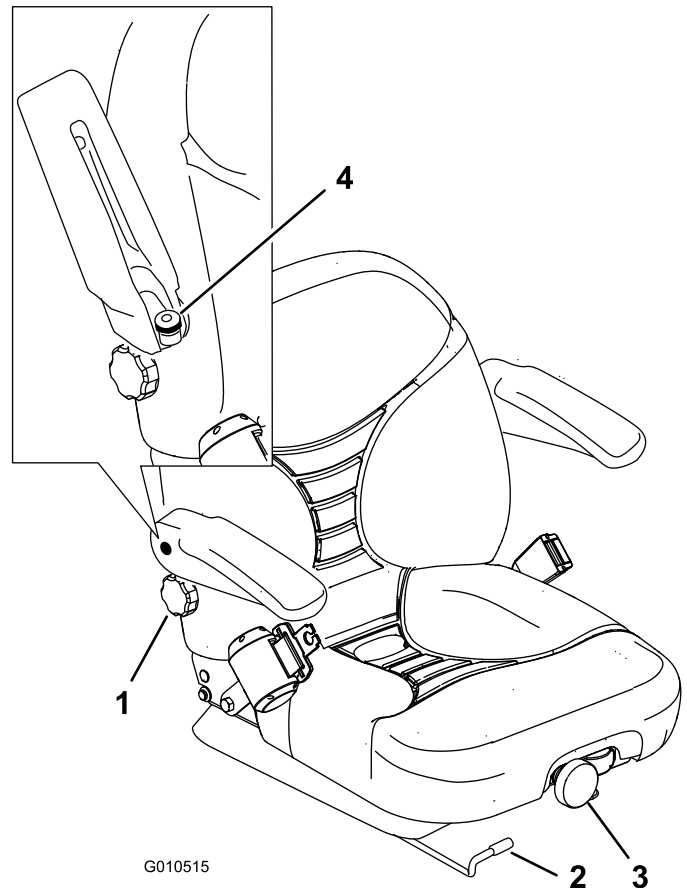

Figura 30
1. Para ajustar, desloque a alavanca para o lado e desbloqueie o banco (Figura 30).
Para o ajustar, rode o botão da frente numa das direcções para proporcionar o máximo conforto (Figura 30).
Para ajustar, rode o botão, sob o descanso do braço direito, numa das direcções para proporcionar o máximo conforto (Figura 30).
Para o ajustar, eleve o apoio dos braços e rode o botão da frente numa das direcções para proporcionar o máximo conforto (Figura 30).